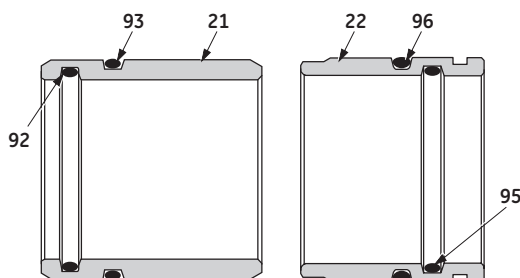

Figure 4 - Disposition avec joints toriques en option
- B. Desserrez le contre-écrou (46) puis retirez la chape (35) et le contre-écrou (46).
- C. Desserrez et retirez la vis d'assemblage (41) et retirez le boîtier de la membrane (42) et la membrane (40).
- D. À l'aide d'une douille longue, desserrez et retirez le contre-écrou (45) et la rondelle (44).
- E. Retirez le piston (43) et le ressort (39) et inspectez tous les composants.
8.3 Corps de vanne (voir les Figures 4 et 16)
- E. Les composants qui doivent sortir avec l'arbre (19) sont : la garniture (17), la bague du presse-étoupe (23 ou 100), le tube entretoise (20) et le guide supérieur (21).
Remarque : Il se peut que le tube entretoise (20) et le guide supérieur (21) restent dans le corps. Vous devez les retirer. Il n'est possible de retirer le tube entretoise (20) qu'en le tirant hors de l'extrémité chapeau du corps. Il est possible de pousser le guide supérieur (21) à travers le corps après avoir retiré le clapet ou de le tirer à travers l'extrémité chapeau du corps. Sur les vannes conçues pour être utilisées avec une substance contenant des impuretés en suspension ou une substance visqueuse, le guide supérieur est doté d'un joint torique interne (92) et d'un joint torique externe (93), et le guide inférieur est doté d'un joint torique interne (95) et d'un joint torique externe (96) (voir la Figure 4).